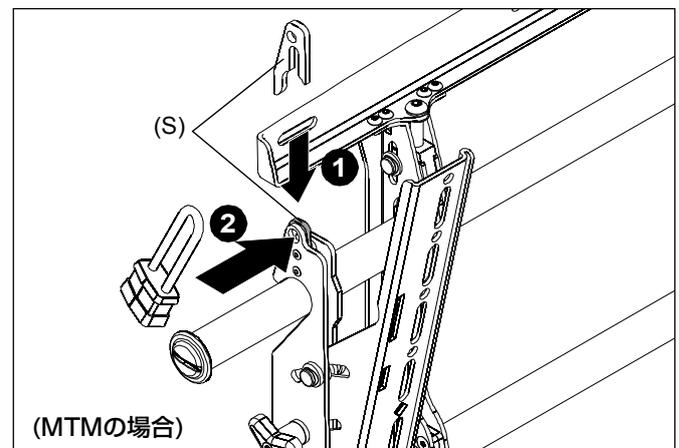

図7
- ・セキュリティロックをする場合には、図7のように、「セキュリティロックタブ」を取り付け、市販の南京錠にて施錠してください。